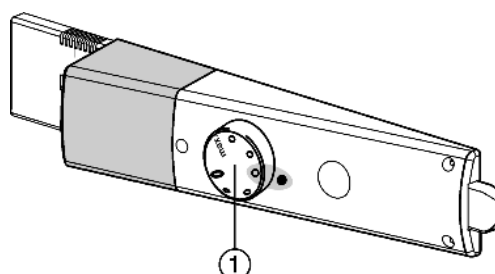

Fig. 3
- Поверните регулятор температуры Fig. 3 (1) вправо с положения 0 в положение 3.